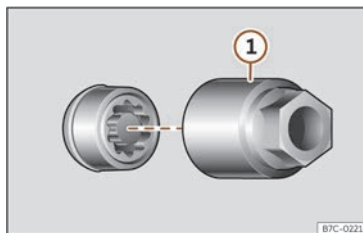

Fig. 232 Parafuso antirrobo da roda con capuchón e adaptador.
- Encaixe o adaptador especial >>> **fig. 232** ① (ferramenta de a bordo >>> páx. 324) no parafuso antirrobo da roda ata o tope.